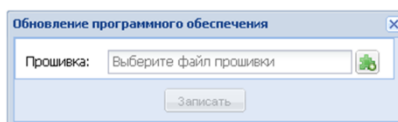

Рис. 9.2. Окно *Обновление программного обеспечения*
2. В открывшемся окне *Обновление программного обеспечения* (рис. 9.2) нажмите кнопку  и в открывшемся окне *Выгрузка файла* выберите необходимый файл в формате .sbin.